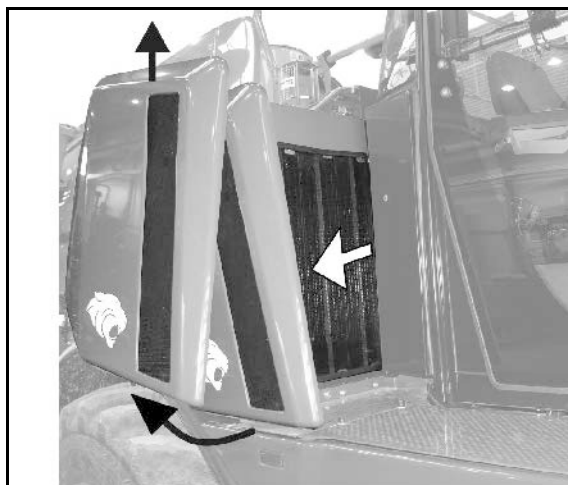

Fig. 168
1. Tryk strammerullen (Fig. 168/1) i pilens retning med en topnøgle (Fig. 168/3) til der kan fikseres en holdestift Ø6 mm (Fig. 168/4) i montageboringen.
Kileribberemmen (Fig. 168/2) er strammet.
2. Træk først kileribberemmen (Fig. 168/2) af den mindste rulle hhv. af strammerullen.
4. Læg den nye kileribberem (Fig. 168/2) på.
6. Stram kileribberemmen igen vha. strammerulle og topnøgle (Fig. 168/3). Kontrollér, om kileribberemmen ligger rigtigt i dens føring.